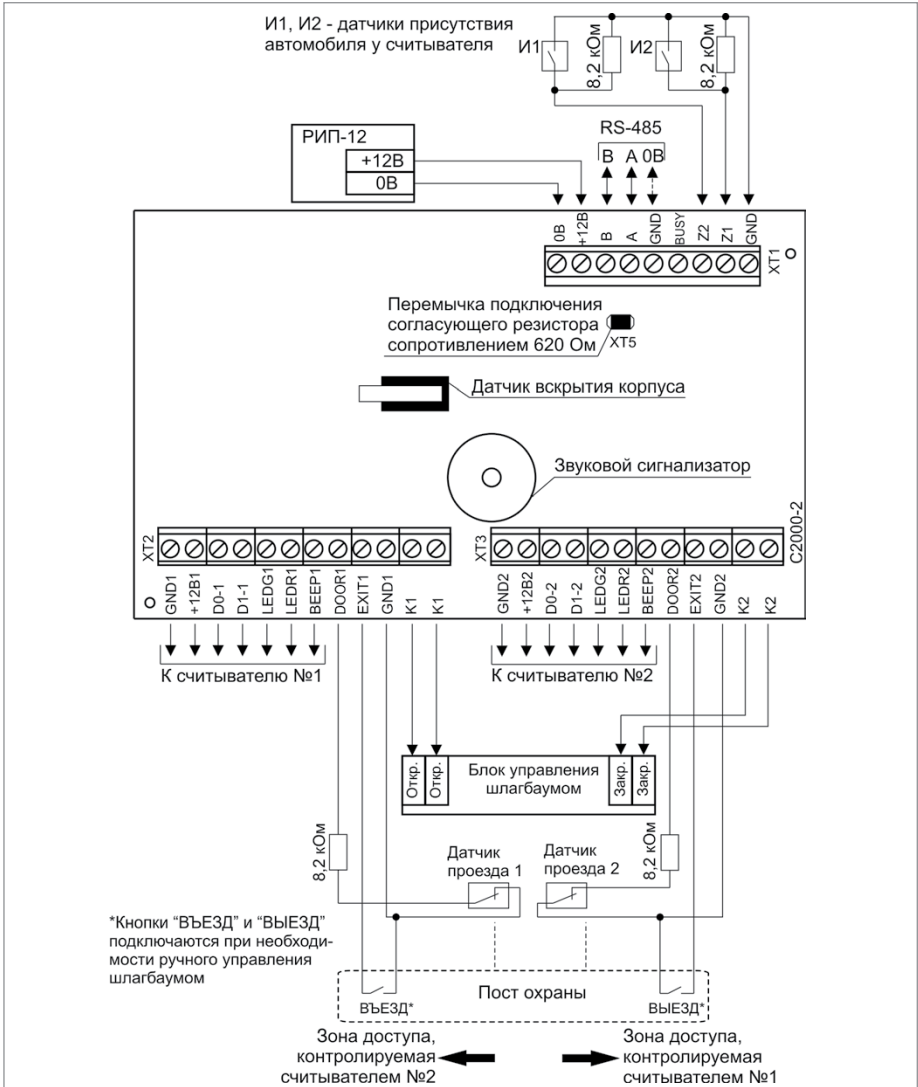
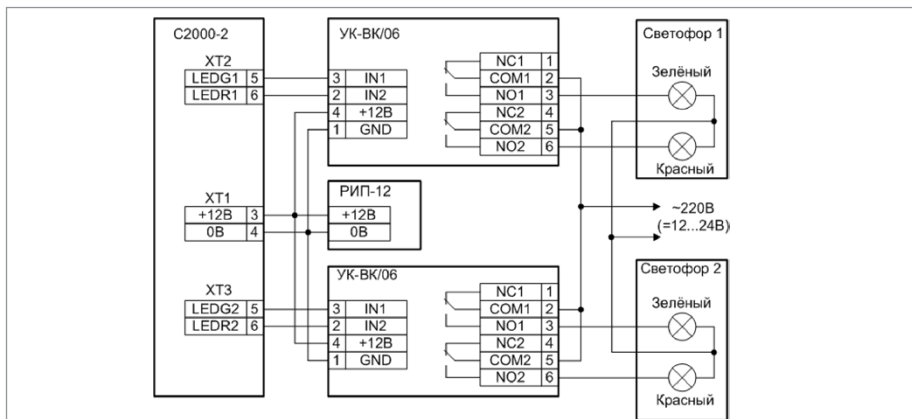

Рисунок 6. Схема подключения контроллера «С2000-2» в режиме «Шлагбаум»
Рисунок 7. Схема подключения светофора к контроллеру «С2000-2» в режиме «Шлагбаум»
14. Режим «Шлагбаум» (Рисунок 6). Если вместо двух датчиков проезда используется один, то он подключается параллельно к соответствующим входам обоих каналов контроллера (см. Рисунок 6). Светофоры, если они указаны в проектной документации, подключаются через релейные усилители «УК-ВК/06» (см. Рисунок 7).